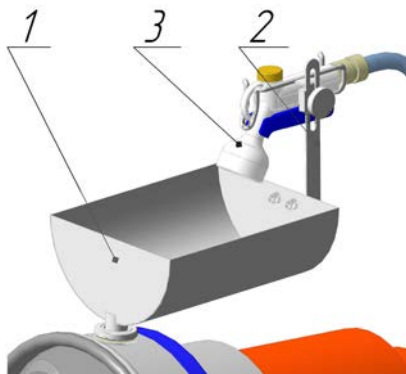

Рисунок 5. Воронка с оросителем
1.1.4.10 Подача материала в концентратор (рис.5) осуществляется через воронку (1), с прикрепленным к ней кронштейном оросителя (2) с подвижной рамкой и установленном на неё съёмным оросителем (3).